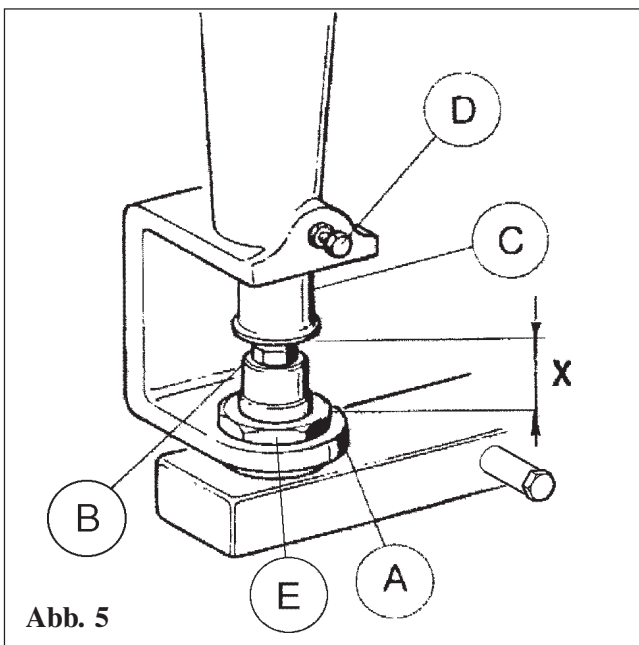

Abb. 5
F) Brenner (Abb. 5)
- Die Mutter losschrauben (Abb. 5 Pos. E)